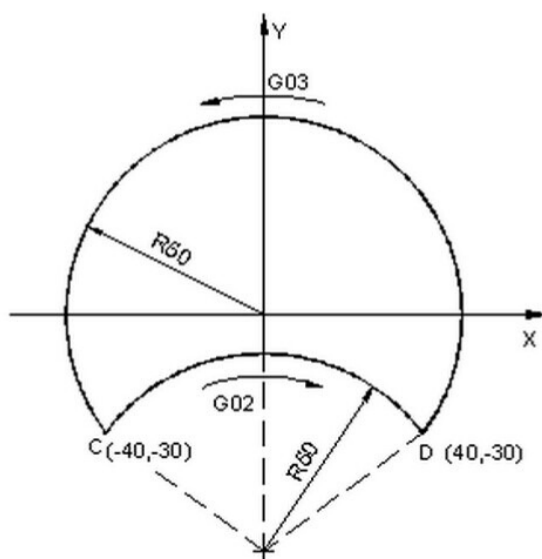

图 5
**程序实例:** 如图 5 所示, 用半径编程, 加工圆弧 CD 和 DC, 加工路线为 C → D → C。编程程序如下: